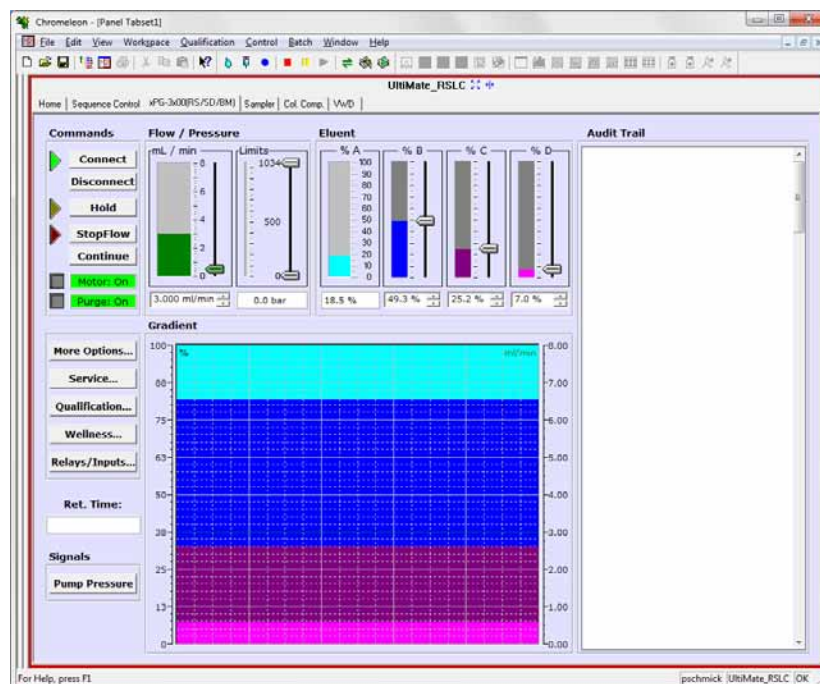

Abb. 11: Steuerfenster für die Pumpe innerhalb eines Panel Tabsets
2. Klicken Sie auf dem **Panel Tabset** für Ihre Zeitbasis die Registerkarte für die Pumpe (→ Abb. 11) bzw. das NCS/NCP an.